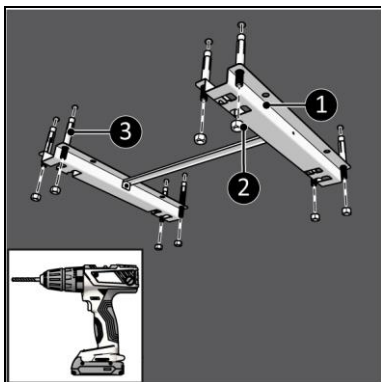

Figura 13
4. Așezați cadrul pe tavan și marcați cele opt găuri (Figura 13).
6. Introduceți bolțurile de ancorare (Figura 13, poz. 3).
7. Strângeți suportul (Figura 13, poz. 1) în tavan cu cele opt piulițe (Figura 13, poz. 2).